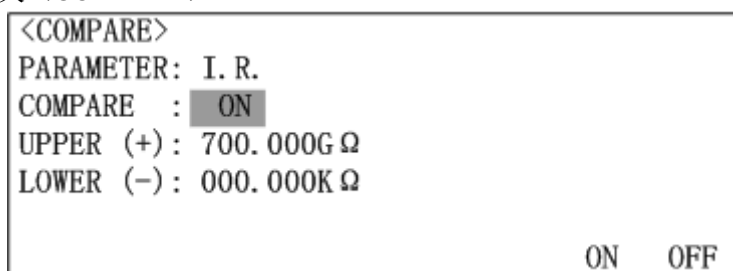

图 3-24 比较器开关设置
在<MAIN INDEX>页面中，用方向键将光标移动到“(7) FILE”处，再按  软键则会进入<FILE>页面（如图 3-24 所示）。